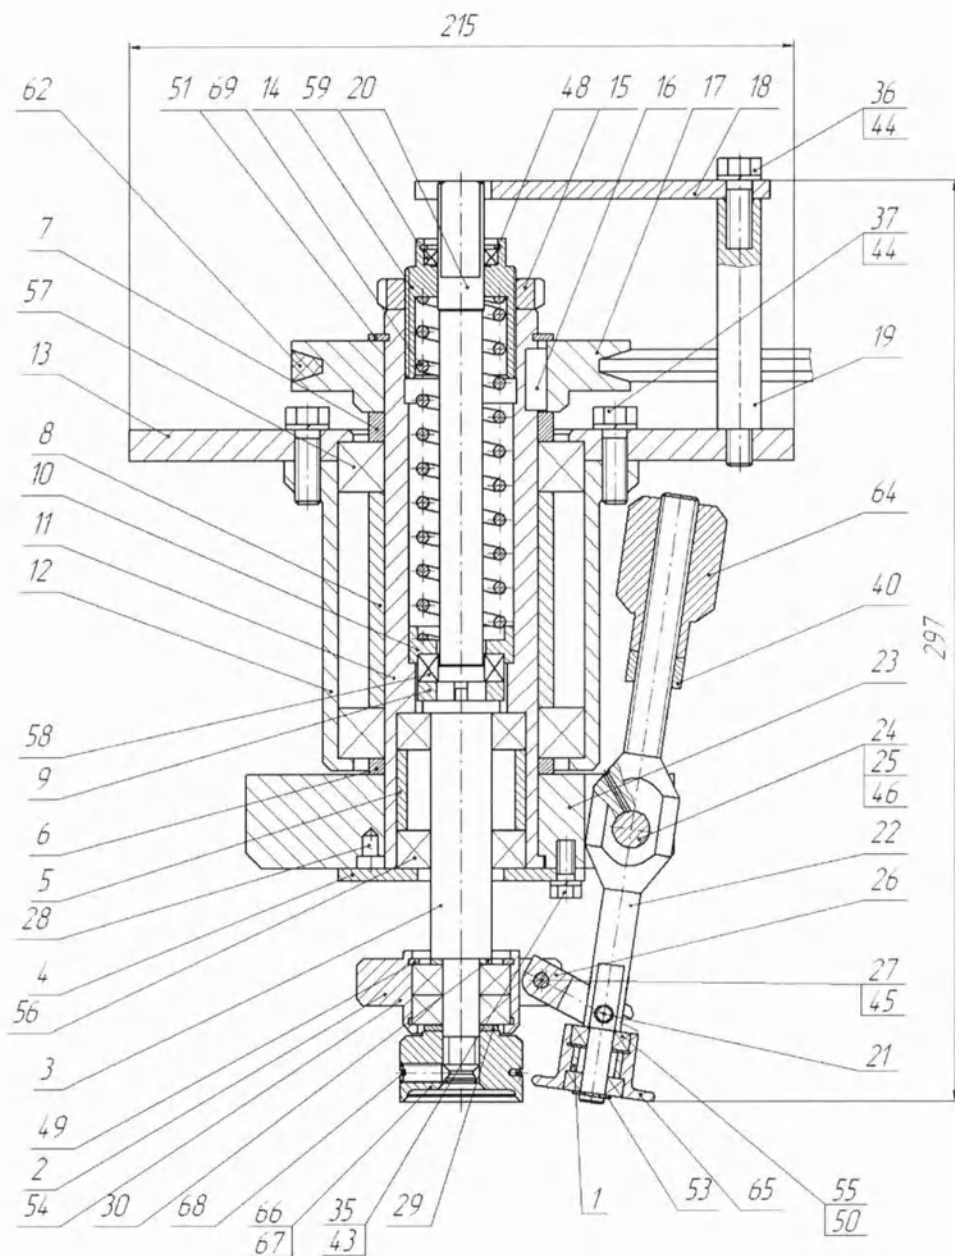

Рис.2
13.2.Усилие прижатия пробки к горловине бутылки (флакона) регулируется изменением предварительного сжатия пружины 69 (рис.2).
в).Открутить гайку 15 (рис.2).
13.3.Усилие закатки регулируется перемещением грузов 64 по резьбовой части рычагов 22 (рис.2).
в).Отвернуть гайки 40 (рис.2).